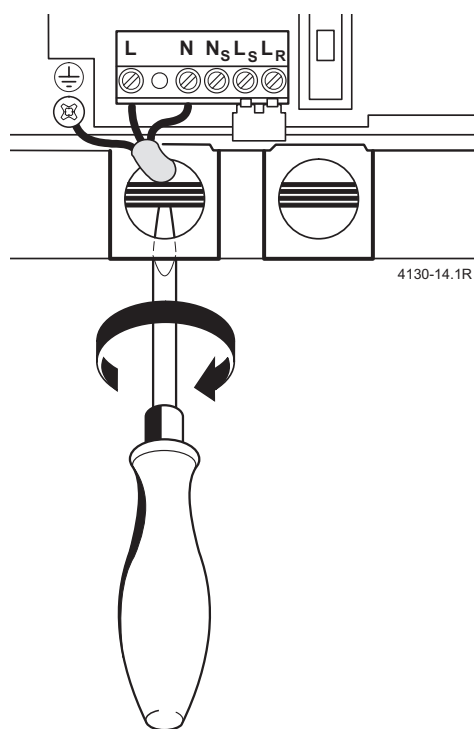

Figura 15
- Passar o cabo através do passa-fios e ligar de acordo com a figura 15.